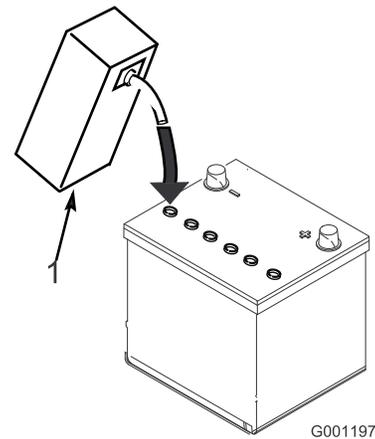

図 6
3. 各セルに慎重に電解液を満たす。電極板が 6 mm 程度水没するぐらいが適当 (図 6)。
4. 電極板が液を吸収するまで 20~30 分程度待つ。必要に応じて、電極板が 6 mm 程度水没するぐらいに電解液を補充する (図 6)。